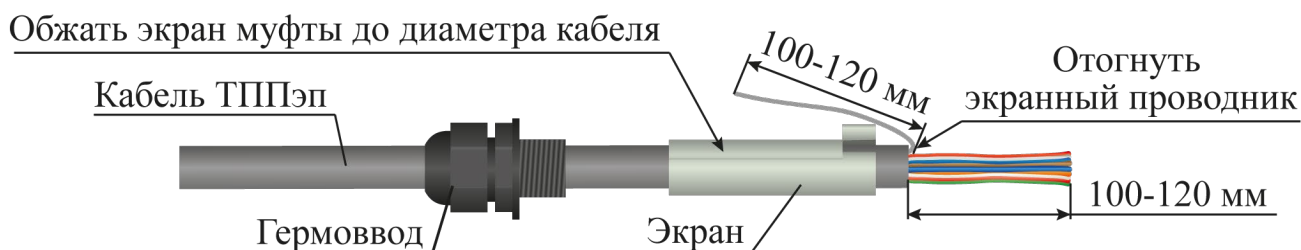

Рисунок 4.24
– надеть на оболочку одной части ремонтируемого кабеля в следующей последовательности: гермоввод, экран муфты соединительной (рисунок 4.24);
– снять оболочку со свободного конца кабеля ТППэп (с кабеля ТППбэп снять белую и черную оболочки) длиной 100 - 120 мм (рисунок 4.24);
– экранирующий проводник отвести в сторону (рисунок 4.24);